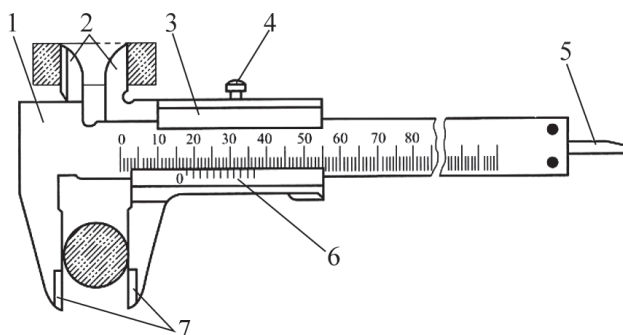
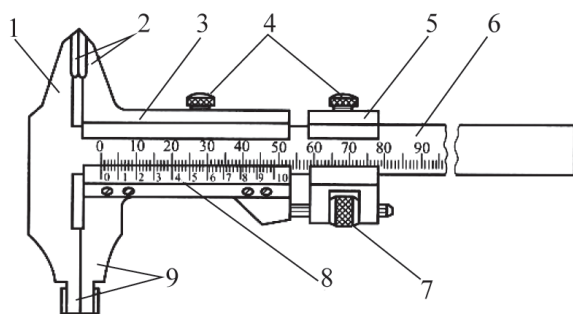
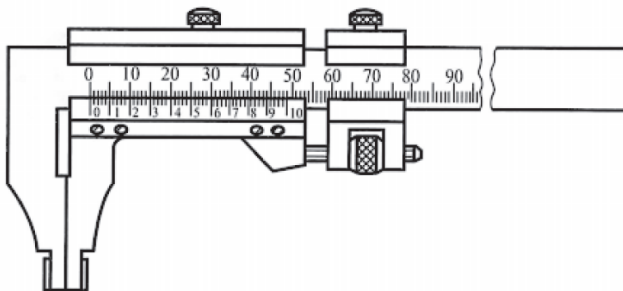

图2-1 游标卡尺的结构形式之一
图2-2 游标卡尺的结构形式之二
图2-3 游标卡尺的结构形式之三
(1) 测量范围为0~125 mm 的游标卡尺, 制成带有刀口形的上下量爪和带有深度尺的形式, 如图2-1所示。
(2) 测量范围为0~200 mm 和0~300 mm 的游标卡尺, 可制成带有内外测量面的下量爪和带有刀口形的上量爪的形式, 如图2-2所示。
(3) 测量范围为0~200 mm 和0~300 mm 的游标卡尺, 也可制成只带有内外测量面的下量爪的形式, 如图2-3所示。而测量范围大于300 mm 的游标卡尺, 只制成这种仅带有下量爪的形式。
（1）具有固定量爪的尺身，如图2-2中的1。尺身上有类似钢尺一样的主尺刻度，如图2-2中的6。主尺上的刻线间距为1 mm。主尺的长度决定于游标卡尺的测量范围。
（2）具有活动量爪的尺框，如图2-2中的3。尺框上有游标，如图2-2中的8，游标卡尺的游标读数可制成为0.1 mm、0.05 mm和0.02 mm的三种。游标读数，就是指使用这种游标卡尺测量零件尺寸时，卡尺上能够读出的最小数值。
（3）在0~125 mm 的游标卡尺上，还带有测量深度的深度尺，如图2-1中的5。深度尺固定在尺框的背面，能随着尺框在尺身的导向凹槽中移动。测量深度时，应把尺身尾部的端面靠紧在零件的测量基准平面上。
（4）测量范围等于或大于200 mm 的游标卡尺，带有随尺框做微动调整的微动装置，如图2-2中的5。使用时，先用紧固螺钉4把微动装置5固定在尺身上，再转动微动螺母7，活动量爪就能随同尺框3作微小的前进或后退。微动装置的作用，是使游标卡尺在测量时用力均匀，便于调整测量压力，减少测量误差。
游标卡尺的读数机构，是由主尺和游标（如图2-2中的6和8）两部分组成。当活动量爪与固定量爪贴合时，游标上的“0”刻线（简称游标零线）对准主尺上的“0”刻线，此时量爪间的距离为“0”，见图2-2。当尺框向右移动到某一位置时，固定量爪与活动量爪之间的距离，就是零件的测量尺寸，见图2-1。此时零件尺寸的整数部分，可在游标零线左边的主尺刻线上读出来，而比1mm小的小数部分，可借助游标读数机构来读出，现把三种游标卡尺的读数原理和读数方法介绍如下。
(5) 用下量爪的外测量面测量内尺寸时如用图2-2和图2-3所示的两种游标卡尺测量内尺寸, 在读取测量结果时, 一定要把量爪的厚度加上去。即游标卡尺上的读数, 加上量爪的厚度, 才是被测零件的内尺寸, 见图2-11。测量范围在500 mm 以下的游标卡尺, 量爪厚度一般为10 mm。但当量爪磨损和修理后, 量爪厚度就要小于10 mm , 读数时这个修正值也要考虑进去。
(6) 用游标卡尺测量零件时, 不允许过分地施加压力, 所用压力应使两个量爪刚好接触零件表面。如果测量压力过大, 不但会使量爪弯曲或磨损, 且量爪在压力作用下产生